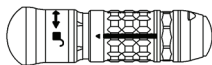

Figura 1
- Usare gentilmente una spazzola per pulire le incannulazioni dell'accessorio mentre è immerso in soluzione detergente. Usare la spazzola ACB per tutti gli accessori tranne i cuscinetti MA-D20-G1 e per accessori per accesso minimo. Usare la spazzola SDCB per gli accessori MA-D20-G1 e per accessori per accesso minimo. Se l'accessorio è munito di una guaina di rilascio (Figura 1), spostare la guaina e pulire l'area esposta.
- Manipolare le parti mobili come le guaine di rilascio (Figura 1).